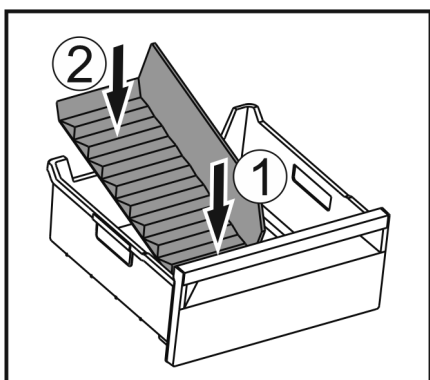

Fig. 174
- Sätt in frysfacksdelarens främre del. Fig. 174 (1)
- Sänk ned frysfacksdelarens bakre del till lådans botten. Fig. 174 (2)